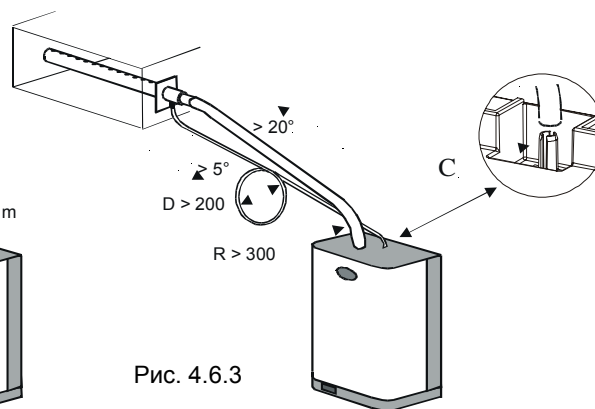

Рис. 4.6.3
2. Для короткой прокладки (менее 2 м) сгиб радиусом не менее 300 мм, далее подъем вверх под углом не менее  $20^{\circ}$  (см. Рис. 4.6.3).
Если позволяет расстояние до распределителя, трубку можно подсоединить к патрубку C (входит в комплект поставки), который привинчивается сверху увлажнителя для слива конденсата обратно в паровой цилиндр (см. Рис.4.6.3).